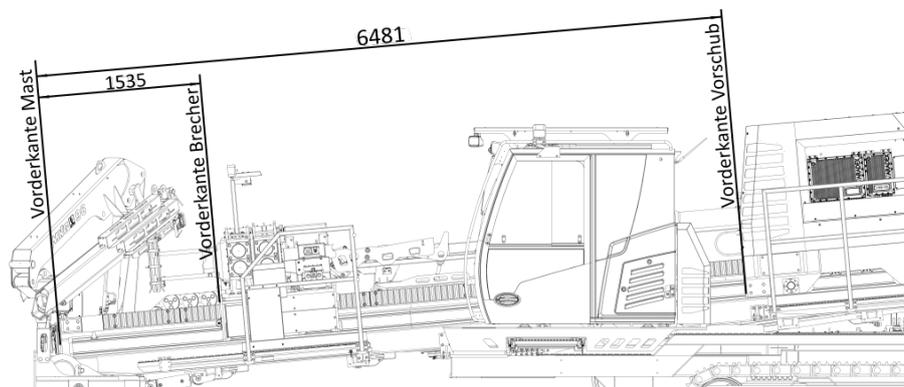

Abb. 7-9: Parkposition
8. Bringen Sie den Vorschubschlitten auf das Maß siehe *Abb. 7-9 Parkposition Seite 80*.